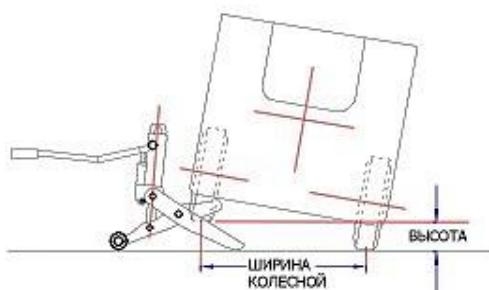

Рисунок 6.
- Будьте предельно внимательны при подъёме узких погрузчиков (ширина менее 1016 мм). Проверяйте, чтобы высота между полом и поднятым колесом не превышала $\frac{1}{4}$ ширины колёсной базы погрузчика. Ширина колесной базы измеряется от центральной линии до центра ширины профиля колес (см. рисунок 6). Если Вы превысите это расстояние, велика вероятность опрокидывания погрузчика.